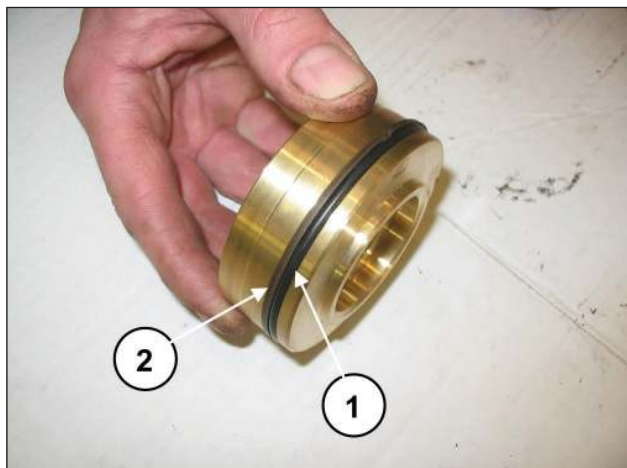

Рис. 114
Установите уплотнительное кольцо поз. №17 на детализовочном чертеже (поз. ①, Рис. 114) и антиэкструзионное кольцо поз. №21 на детализовочном чертеже (поз. ②, Рис. 114) в пробку нагнетательного клапана.